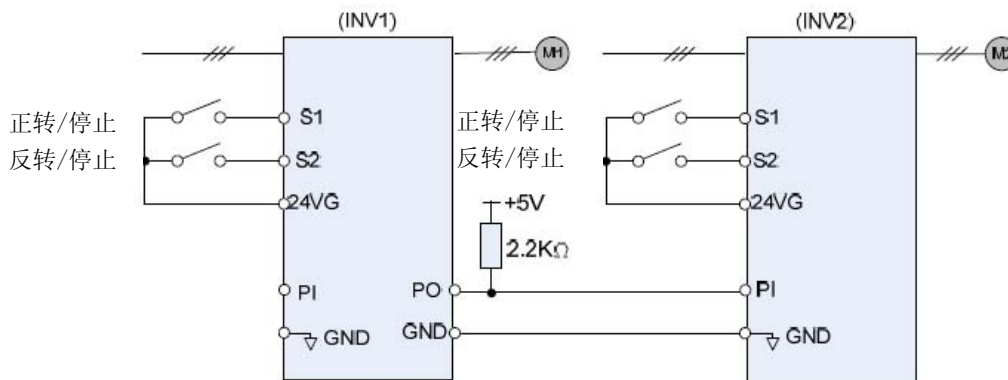

图 4.3.29 2个变频器连结操作
- 关于使用2个变频器作为”追踪”或同步化操作，参照图4.3.29。